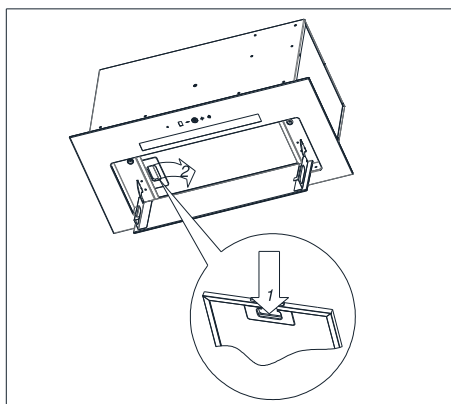

Рис. 5. Видалення жирового фільтра
2. Зніміть алюмінієвий жировий фільтр (**Рис. 5**).
Витяжку обладнано алюмінієвим фільтром, що зупиняє частинки жиру, що виділяються в процесі приготування. Щоб зняти фільтр, перемістіть затискачі у напрямку стрілок (**Рис. 5**). Фільтр слід очистити вручну шляхом його занурення у воду з рідиною для миття посуду протягом приблизно 15 хвилин, при температурі 40-50°C. Через 15 хвилин акуратно промийте фільтр. Також можна мити фільтр в посудомийній машині – в цьому випадку рекомендовано використовувати таблетки для посудомийних машин, спеціально призначені для миття виробів з алюмінію. Уникайте використання агресивних миючих засобів.